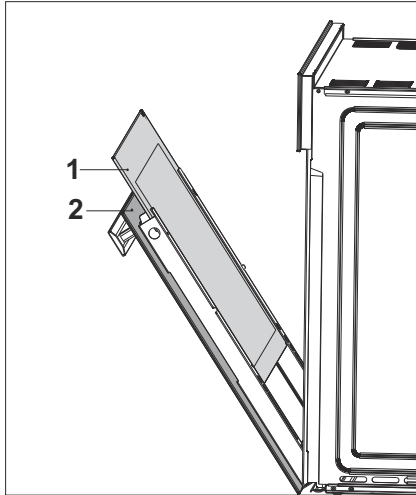

Fig. 23
- Retire el vidrio interno del aparato para limpiarlo (Fig. 23).